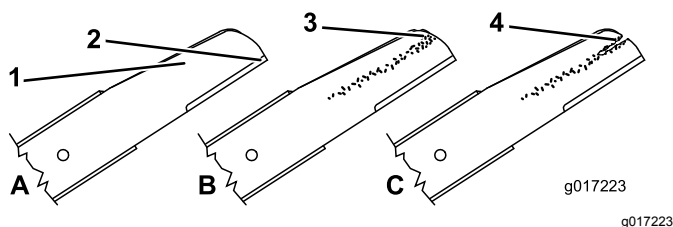

Figura 42
1. Controllate i taglienti (Figura 42). Se i taglienti non sono affilati o presentano intaccature, togliete le lame ed affilatele o sostituitele.
2. Controllate le lame stesse, in particolare l'area curva (Figura 42). In caso di danni, usura o scanalature nell'area, sostituite immediatamente con una nuova lama.